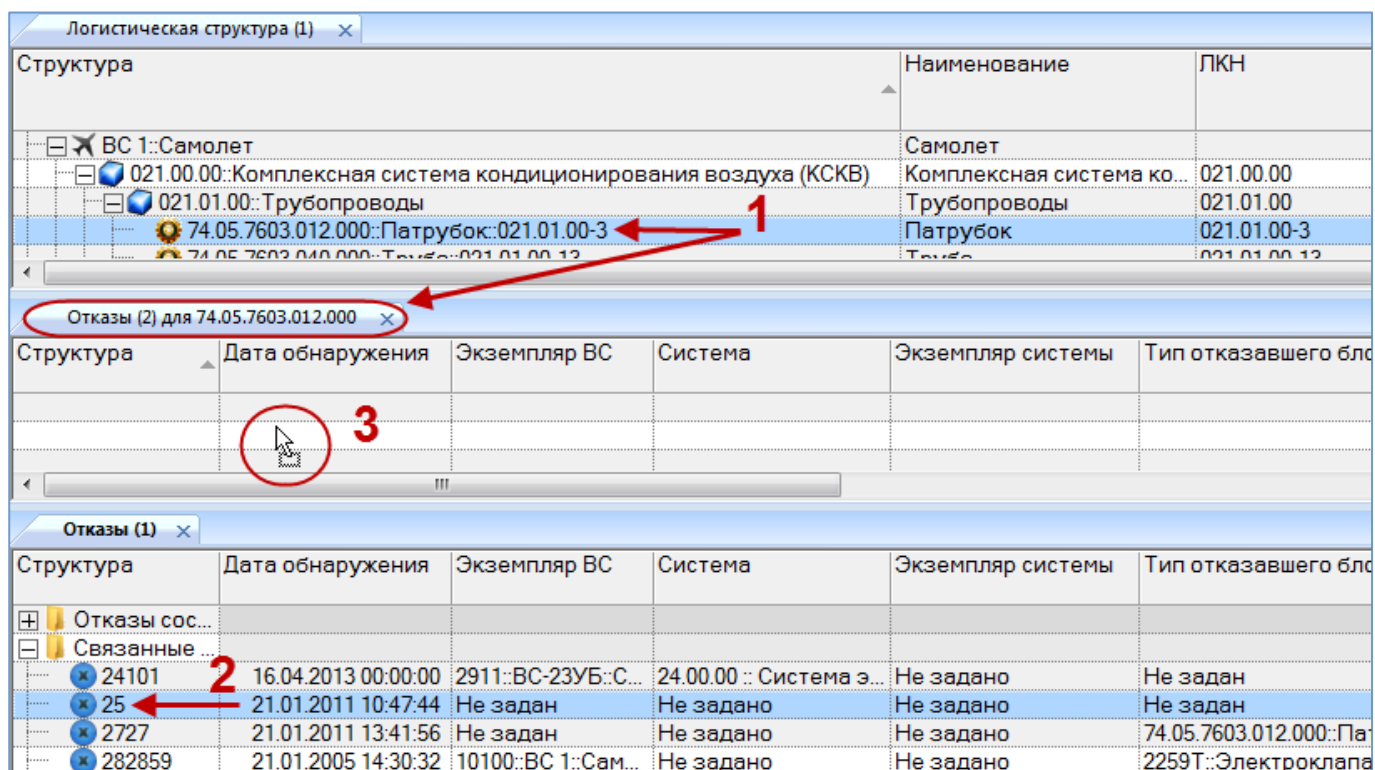

Рис. 13-287 – Переместить отказ в окно связанных объектов
- 2) Выбрать компонент в рабочем окне «Логистическая структура» и открыть окно связанных объектов «Отказы» для выбранного компонента (1 на рис. 13-287).
- 3) Выбрать отказ в рабочем окне «Отказы» (2 на рис. 13-287).
- 4) Переместить с помощью мыши отказ в окно связанных с компонентом отказов – появится подсказка вида «+ Создать связь X объект(ов) в ...» (3 на рис. 13-287). Отпустить кнопку мыши.